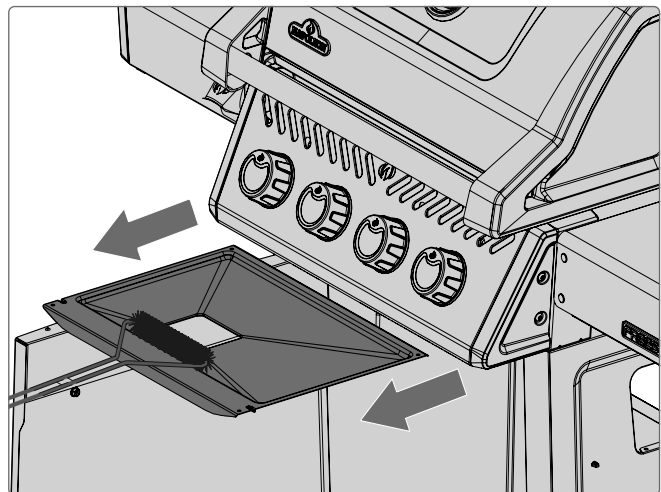

Рис. 23
- Во избежание скопления жира чистите прибор примерно каждые 4-5 использований (Рис. 23).